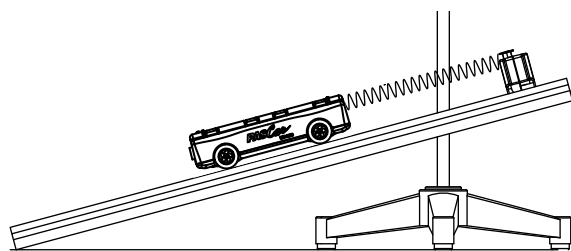

Рис. 5.1. Одна пружина
3. Поместите тележку на дорожку и присоедините пружину к одному из концов тележки. Присоедините другой конец пружины к стопору (см. рис. 5.1).